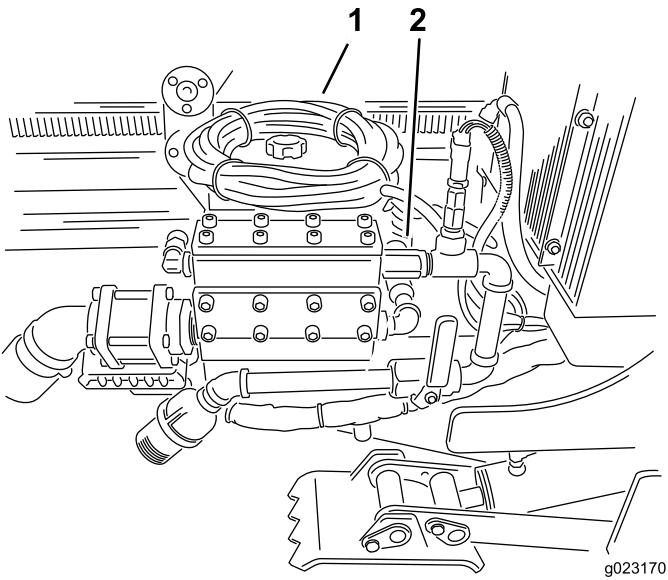

Figure 3
- Montez l'adaptateur de marteau pneumatique au raccord en T existant (Figure 3).